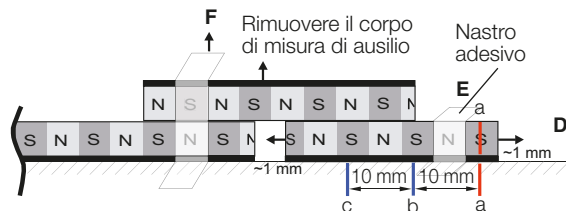

Fig. 4-10: Apporre tre contrassegni a, b e c
5. Spostare il secondo corpo di misura M2 sotto il corpo di misura di ausilio in una o nell'altra direzione, finché non è evidente l'attrazione massima. Fissare il corpo di misura M2 in questa posizione stabile, utilizzando del nastro adesivo. Rimuovere il corpo di misura di ausilio (Fig. 4-10). M1 e M2 sono ora orientati reciprocamente con poli sincronizzati.
6. Contrassegnare il corpo di misura M2 e la parte macchina in una qualsiasi posizione (a) (Fig. 4-10). Partendo da questo contrassegno in direzione giunto, applicare due altri contrassegni (b e c) solo sulla parte macchina, rispettivamente a una distanza di 1 coppia poli (10 o 20 mm).